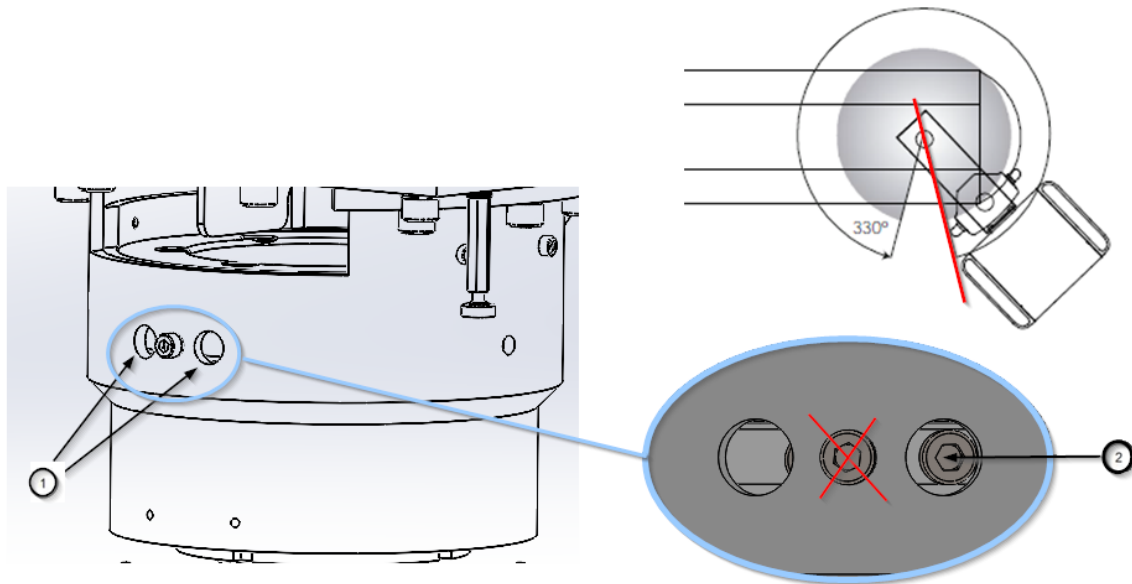

Abb. 19 Schema der Drehungseinstellung
Lösen Sie nicht die mittlere Inbusschraube (in Abbildung 19 mit einem roten Kreuz gekennzeichnet), da sich das Karussell sonst frei dreht und die Drehung nicht mehr begrenzt werden kann.
- Um den Drehanschlag auf der rechten Seite der Säule einzustellen, bringen Sie die Säule in ihre maximale Position, wie oben rechts in Abbildung 19 dargestellt.
Dann erscheint die Anschlag-Inbusschraube ②, wie unten in Abbildung 19 zu sehen (Detail unten rechts in der Abbildung).
- Lösen und entfernen Sie die Inbusschraube ②.